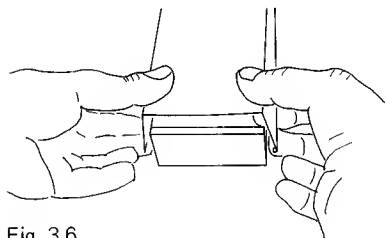

Fig. 3.6
- Desserrez les 3 vis (14) qui se trouvent sur le revers du châssis (7) et sous le guide du bras de lecture (10).
- Amenez le câble (8) du bras de lecture au travers de l'évidement rectangulaire du châssis (7).
- Mit dem Tonarm etwa in die Mitte fahren und den Plattenspieler ausschalten. Gemäss Fig. 3.6 die Tonarmführung in die Ruhelage stellen, in die Seitenbleche eingreifen, leicht nach aussen drücken und die Haube vorsichtig nach oben abheben.
- Swivel tonearm support to its rest position. As shown in fig. 3.6, reach under the side parts of the cover and by gently prying them outwards, lift the cover away from the arm.
- Mettez le guide du bras de lecture en position de repos, et comme l'indique l'illustration fig. 3.6, sortez le capot du bras de lecture par le haut avec précaution, en écartant légèrement ses côtés.